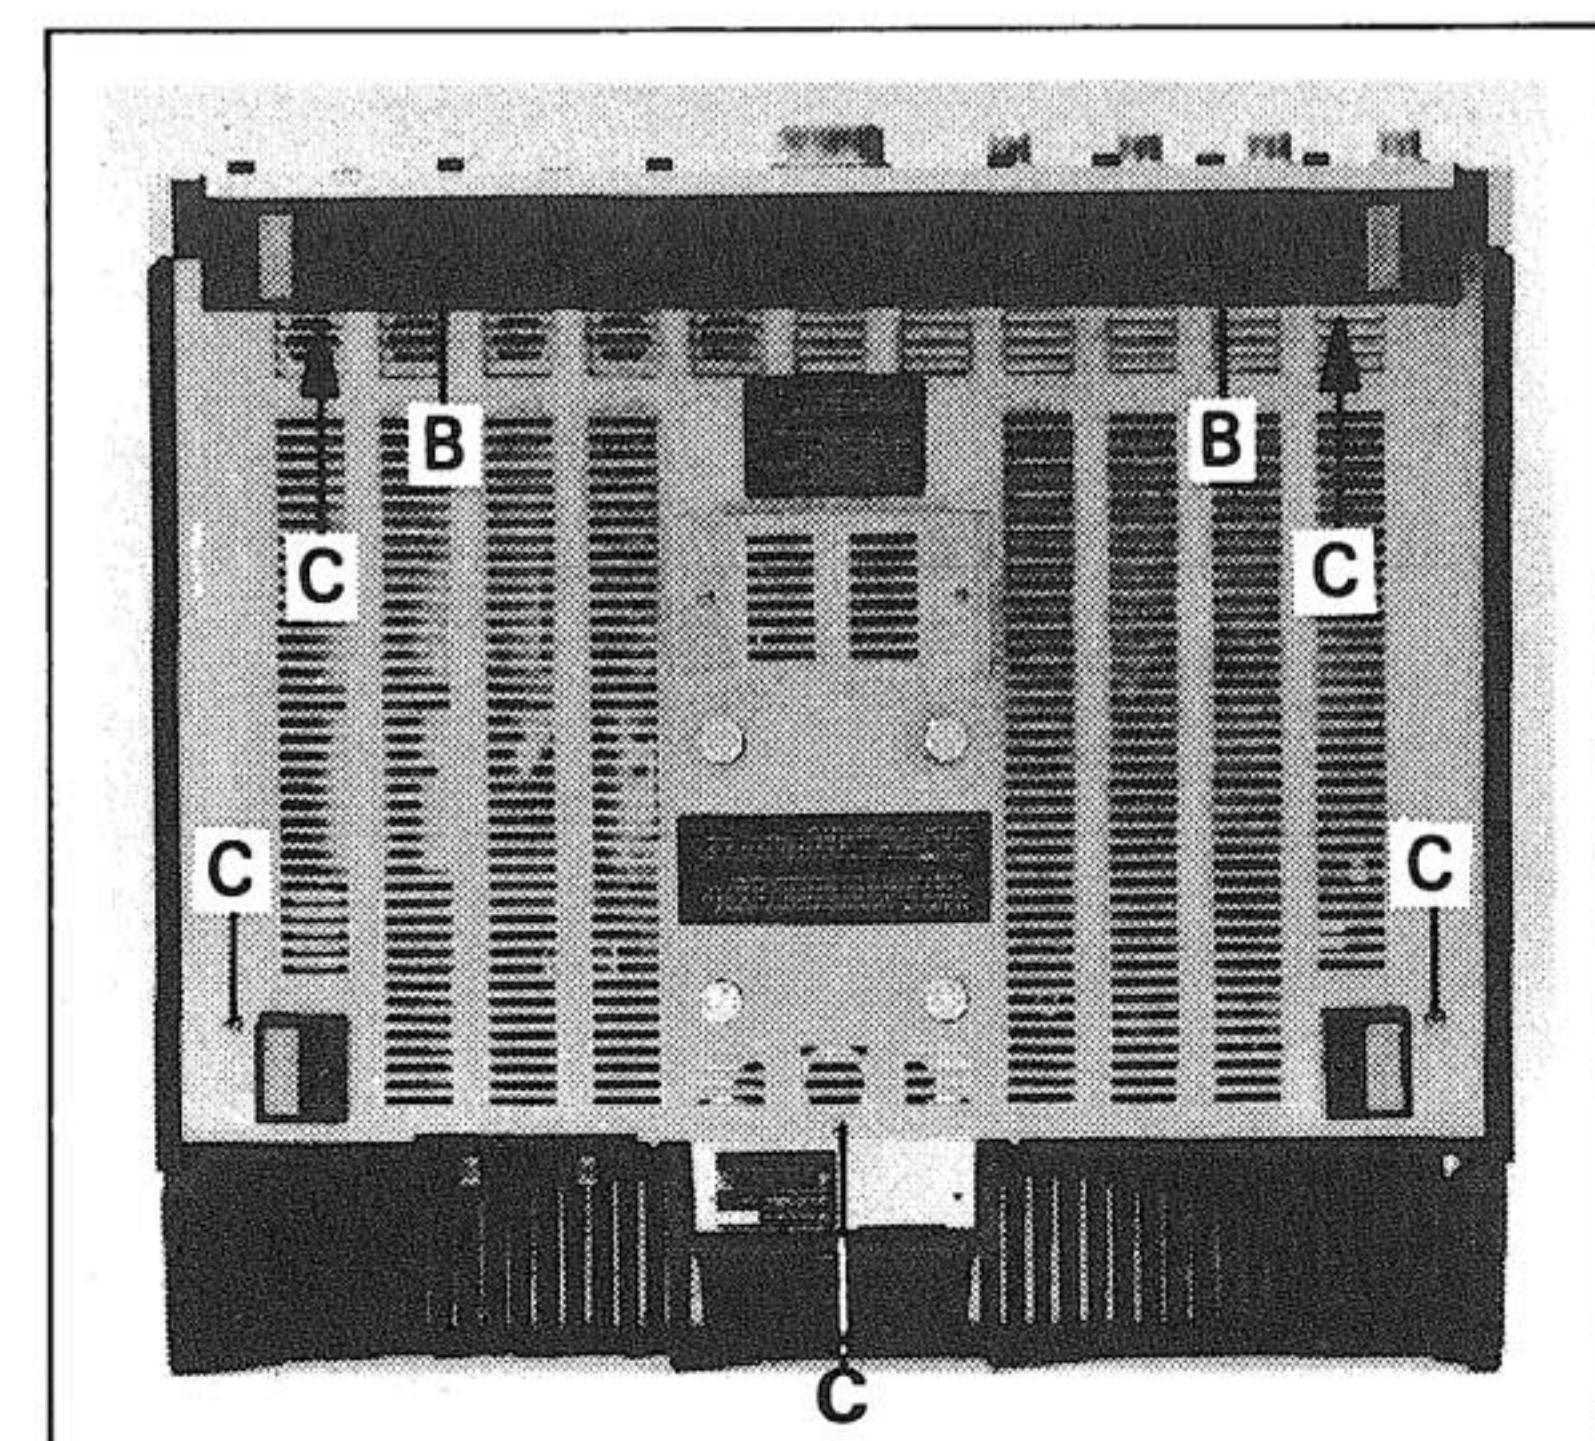

Fig. 2.2
- An der Unterseite des Gerätes 5 Schrauben **(C)** (Fig. 2.2) lösen.
- Unfasten 5 screws **(C)** (Fig. 2.2) on the underside of the unit.